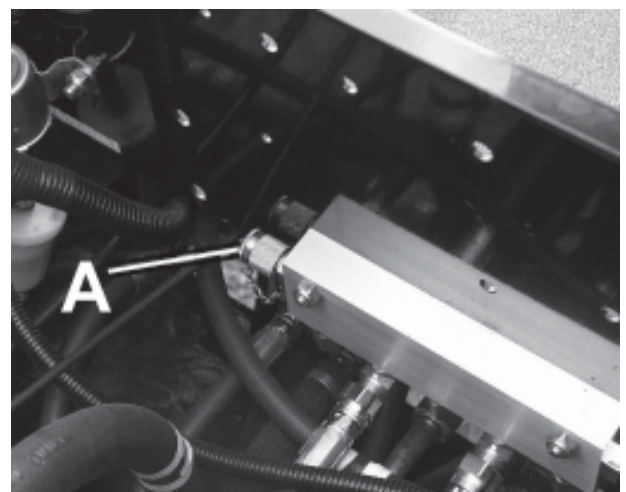

Fig. 9
3. Pressione di sollevamento e servosterzo: 83 bar. (A (Fig. 9)).